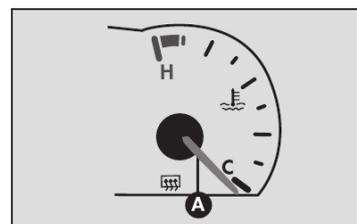

fig. 24
**INDICADOR DE TEMPERATURA DO LÍQUIDO DE ARREFECIMENTO DO MOTOR - fig. 24**